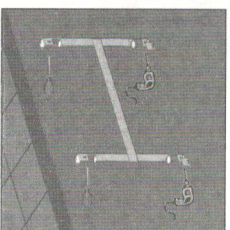

Fig. 3
3. Colocar el soporte haciendo coincidir los agujeros inferiores para los tornillos del mismo y atornillar. (fig. 3)
4. Con el soporte sujeto por la parte inferior repetir el proceso del punto 2. (fig. 3)